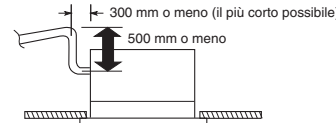

Fig. 3-27
- Se è necessario aumentare l'altezza del tubo di scarico, la sezione direttamente dopo il foro di collegamento può essere innalzata a un massimo di 500 mm. Non innalzarla oltre i 500 mm, siccome potrebbe risultare in perdite d'acqua. (Fig. 3-27)